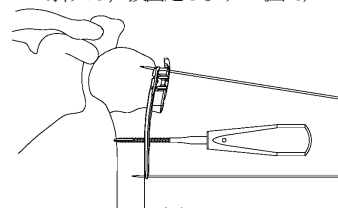

図7
- 骨質が硬い場合は、3.5 コーティカルスクリュータップ（グリップ型）でプレタップを行います。（図7）